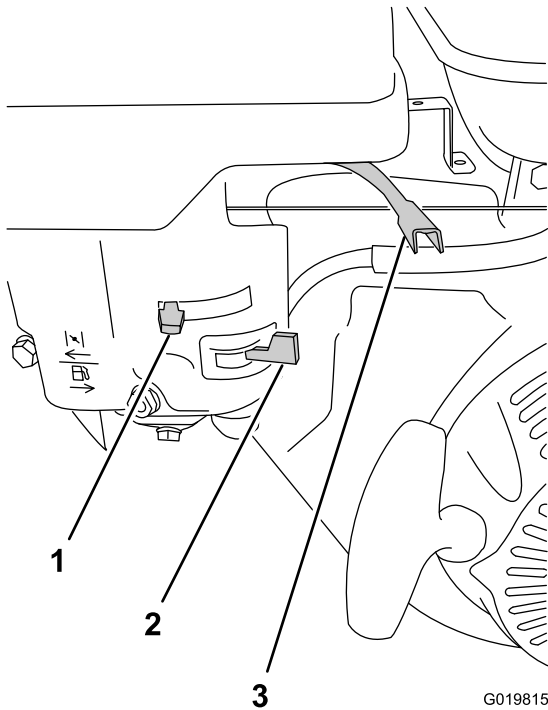

Figura 38
2. En el motor, mueva la palanca del acelerador 1/3 de la distancia entre la posición MIN y la posición MAX (Figura 38); consulte Palanca del acelerador (página 13).
3. Mueva la palanca de la válvula de combustible a la derecha, a la posición de totalmente Abierto (Figura 38); consulte (Válvula de combustible (página 13)).
- Para arrancar un motor frío, mueva la palanca del estérter a la izquierda, a la posición de totalmente Cerrado (Figura 38); consulte Palanca del estérter (página 13).
1. Mueva la palanca del acelerador a la posición de Lento (tortuga) (Figura 38).
3. Mueva la válvula de combustible a la posición de Cerrado (Figura 38) y gire el interruptor de encendido/apagado del motor a la posición de Apagado; consulte Interruptor de Encendido/Apagado del motor (página 13).